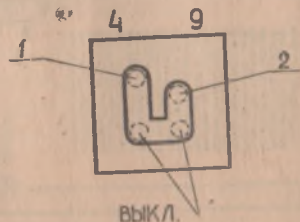

Рис. 2. Переключатель скорости движения ленты.
- 9 — переключатель скоростей и общий выключатель питания, предназначенный для установки требуемой скорости движения ленты, может быть установлен в четырех положениях (рис. 2).